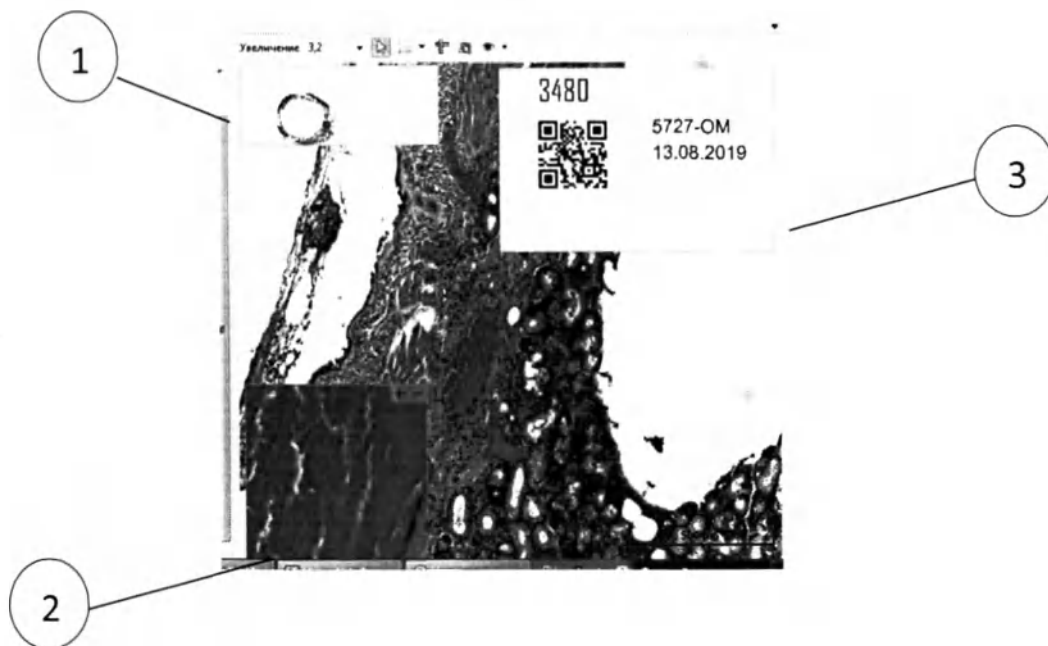

Рисунок 88 - Элементы области просмотра цифрового препарата: ① - "Миниатюра", ② - "Предпросмотр", ③ - штрих-код
- «Миниатюра» - отображение текущего поля зрения на общей картине цифрового препарата (поз. 1, Рисунок 88);
- «Предпросмотр» - отображение увеличенной области цифрового препарата возле указателя мыши (поз. 2, Рисунок 88);